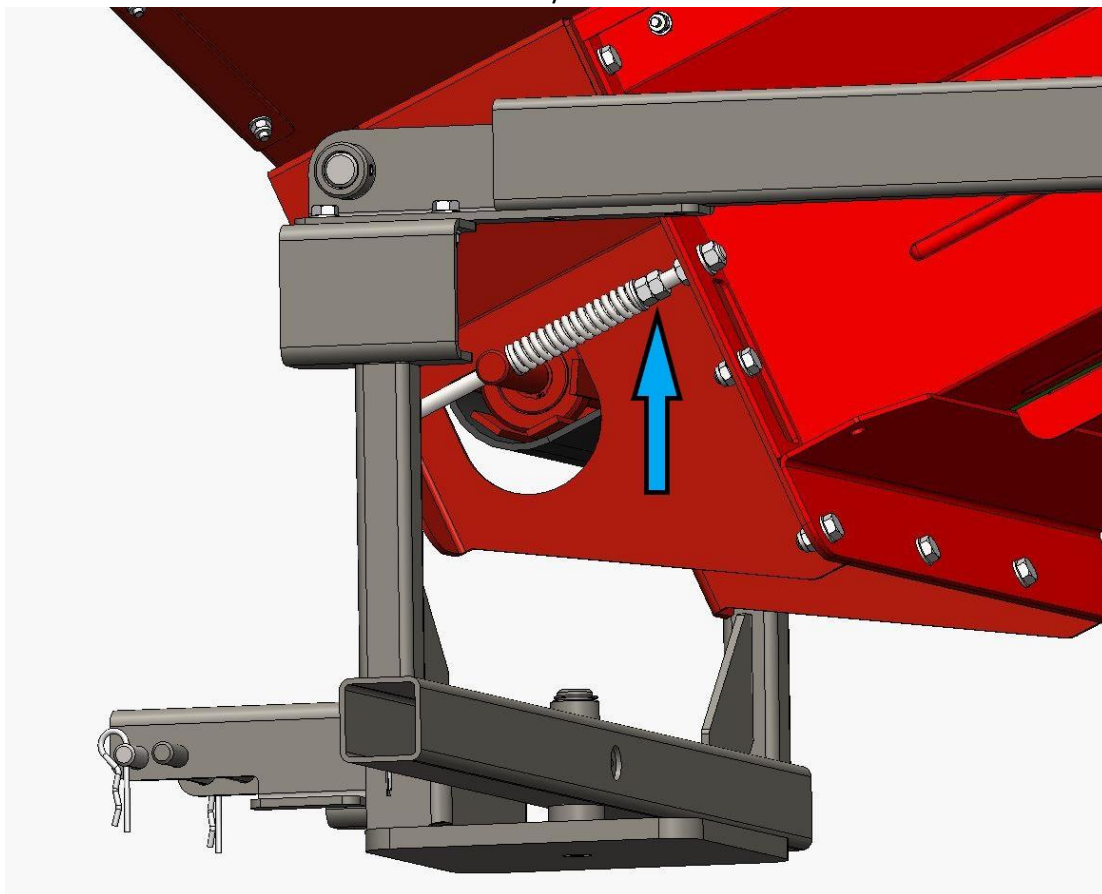

Рис. 4.
1. Ослабьте затяжную гайку (верхнюю), показанную стрелкой на рис. 4 с обеих сторон.
2. Натяните/ослабьте ленту нижней гайкой (рис. 4) (одинаково с обеих сторон ленты). Если лента сползает в сторону, стравите эту гайку (относительно пружины) с той стороны, где нужно увеличить ее скорость.
3. Когда лента конвейера правильно натянута и движется ровно, плотно затяните фиксирующие гайки (рис. 4) друг с другом с обеих сторон. Внимание! Не затягивайте ленту конвейера слишком сильно, в пружине необходимо оставить возможность сжатия. Внимание! Если нет места для натяжения, используйте другие, готовые монтажные отверстия в стыке.